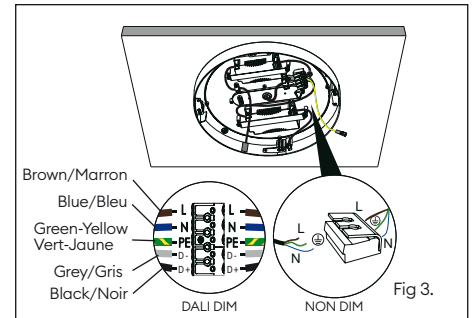

Fig 3.
6. Wire in mains and DALI cables into the terminal block with the base section, ensuring the built in cord grip component is fully pushed into place on top of the cable to prevent cable from moving (fig 3).
10. Wire in mains cable into the terminal block with the base section, ensuring the built in cord grip component is pushed into place on top of the cable. Set CCT to desired setting on side of base section (fig 3).
6. Connectez les câbles d'alimentation et DALI dans le bornier avec la base, en vous assurant que le serre-câble intégré est poussé sur le câble pour empêcher celui-ci de bouger (fig. 3).
10. Connectez le câble d'alimentation dans le bornier avec la base, en vous assurant que le serre-câble intégré est poussé et mis en position sur le câble. Réglez la TCC souhaitée à l'aide du bouton sur le côté de la base (fig. 3).